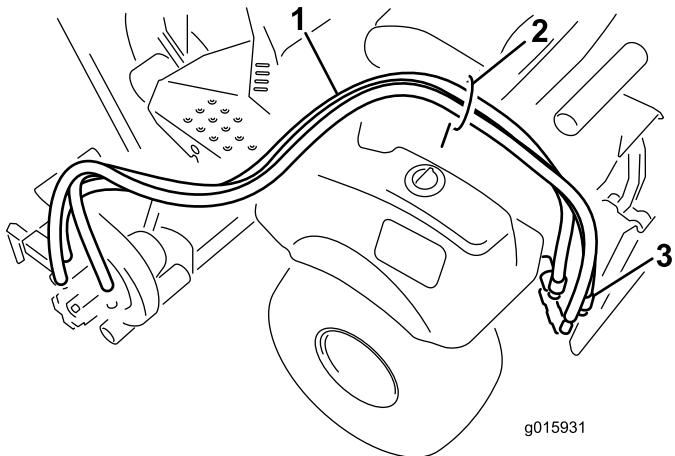

Figura 7
1. Fate passare i flessibili idraulici attraverso la guida dei flessibili e dirigeteli verso la parte posteriore della macchina (Figura 7).
- 2. Collegate i flessibili ai connettori remoti posteriori (**Figura 7**).